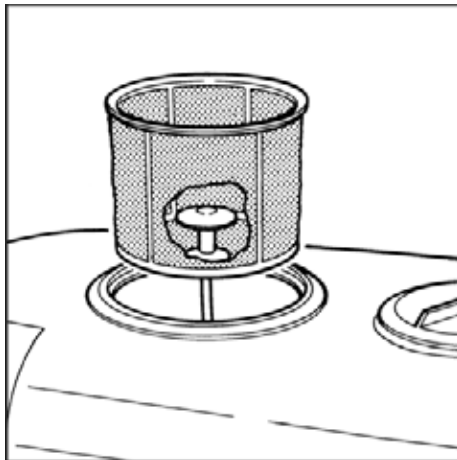

Fig. 18
- aprire il coperchio del premiscelatore e versare il prodotto chimico al suo interno e richiudere il coperchio (Fig. 18).